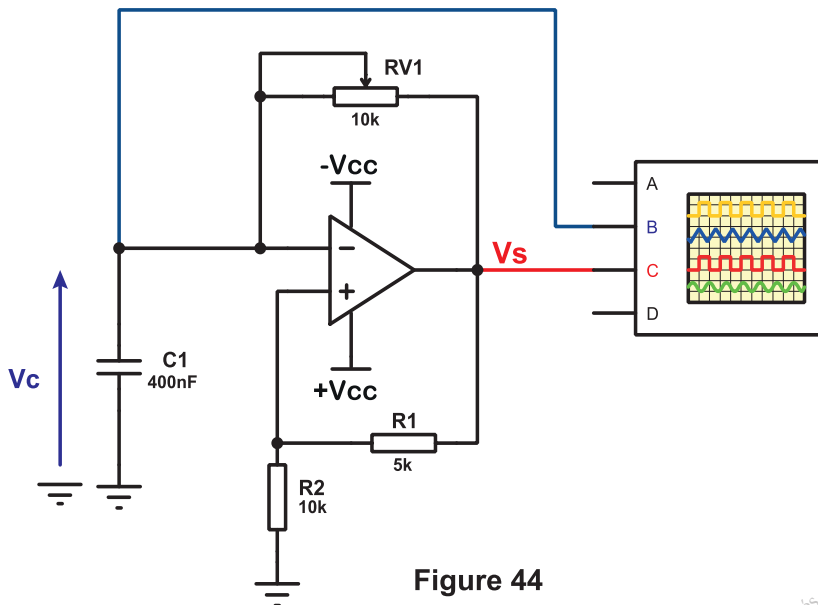

Figure 44
1.1 A l'aide d'un logiciel de simulation, d'un simulateur ou d'une maquette, câbler le montage de la figure 44.